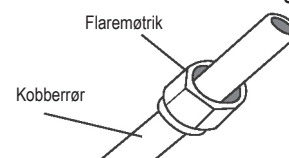

Fig. 6.3
3. Anbring flaremøtrikker i begge ender af røret. Sørg for, at de vender i den rigtige retning, for du kan ikke anbringe dem eller ændre deres retning, når først de er kravet. Se fig. 6.3